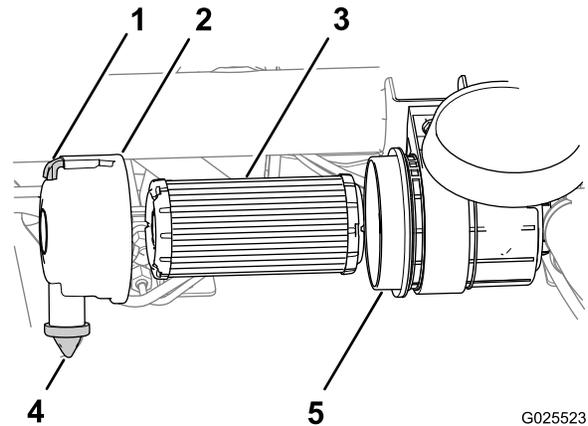

Figura 50
1. Puxe o trinco para fora e rode a cobertura do filtro de ar no sentido contrário ao dos ponteiros do relógio (Figura 50).
3. Retire o filtro de ar da estrutura (Figura 50).
- Limpe o interior da cobertura e da estrutura do filtro de ar (Figura 50).
- Limpe a válvula do pó de borracha da cobertura (Figura 50).
- Limpe a porta de ejeção de sujeira que se encontra na cobertura do filtro de ar, a cavidade da válvula de pó e depois substitua a válvula de pó (Figura 50).
- Insira um novo filtro de ar pressionando ligeiramente o anel exterior do filtro para o assentar na estrutura (Figura 50).
- Alinhe a cobertura do filtro de ar com a válvula de pó na posição das 6 horas quando visto da extremidade esquerda da cobertura (Figura 50).
- Prenda o fecho da cobertura do filtro de ar (Figura 50).